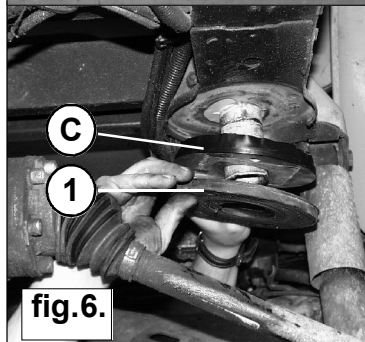

fig.6.
6. Monteer de rubberen veerschotel 1 met daar boven op kunststof schijf C op de veerschotel. (Zie fig. 6.)
6. Fit the upper spring seat with two rubbers disks C on top of it. See fig. 6